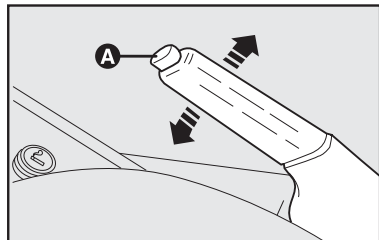

fig. 1
FREIO DE MÃO - fig. 1
- 1) Levantar levemente a alavanca e apertar o botão de desengate **A-fig. 1**.
- 2) Manter apertado o botão e abaixar a alavanca. A lâmpada-piloto (B) apaga-se.